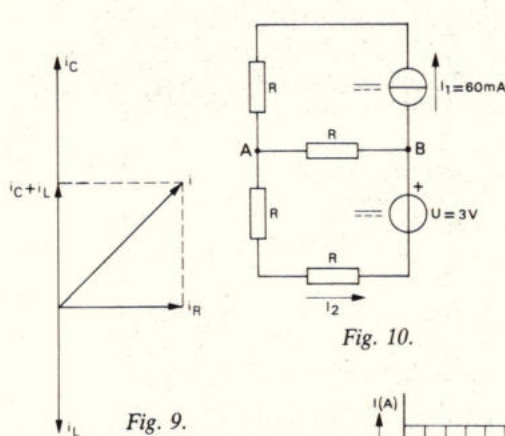

Fig. 10.
3. In het netwerk van fig. 10 zijn alle weerstanden 200Ω . Bepaal de spanning tussen de punten A en B.